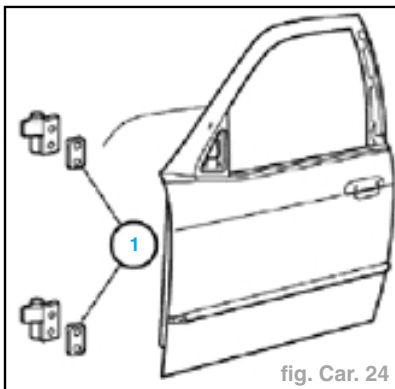
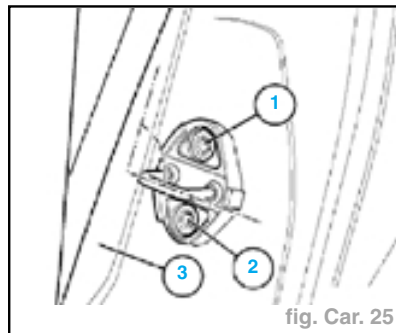
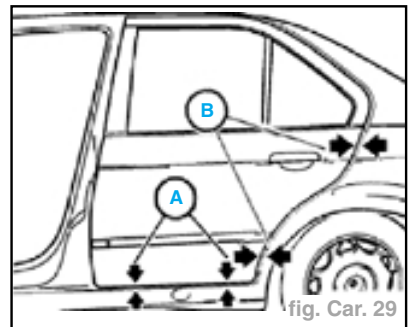

fig. Car. 24
fig. Car. 25
fig. Car. 29
- Lors du montage d'une porte avant neuve, intercaler les cales (1) entre la porte et la charnière (fig. Car. 24)
- Épaisseur des cales (1) pour l'ajustage initial : charnières inférieure/supérieure = 0,5 mm.
- Desserrer les vis (1) et (2) sur le pied milieu (fig. Car. 25).
- Lors du montage d'une porte arrière neuve, intercaler des cales (1) entre la porte et la charnière (fig. Car. 24).
- Épaisseur des cales (1) pour l'ajustage initial : charnières inférieure/supérieure = **0,5 mm.**
- Desserrer les vis (1) et (2) sur le pied arrière (fig. Car. 25).
**Remarque :** l'étrier de fermeture doit se trouver après desserrage à env. **90°** du bord intérieur de l'encadrement de porte (3) et se laisser déplacer facilement.
- Ajuster la porte de façon à obtenir un jeu d'ouverture (A) constant sur toute la longueur de la porte. (fig. Car. 29).
- Ajuster la porte de façon à obtenir des jeux d'ouverture et des décalages de plans (B) égaux et réguliers (fig. Car. 29).